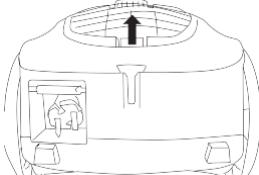

Figure 13 Retirer le filtre de sortie
- Ouvrez le couvercle du filtre de sortie en tirant sur le rebord du couvercle. Retirez de l'appareil le filtre de sortie; voir la figure 13.